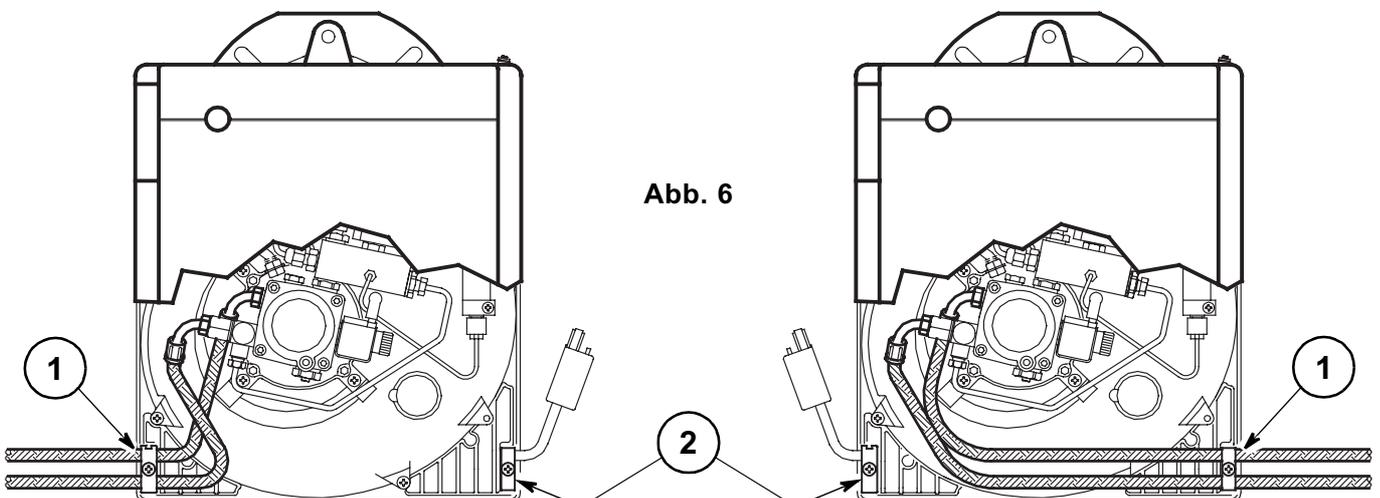

Abb. 6
Es muß jeweils die Halteschelle (1) bzw. die Kabelzugentlastung (2) gewechselt werden, (siehe Abb. 6).